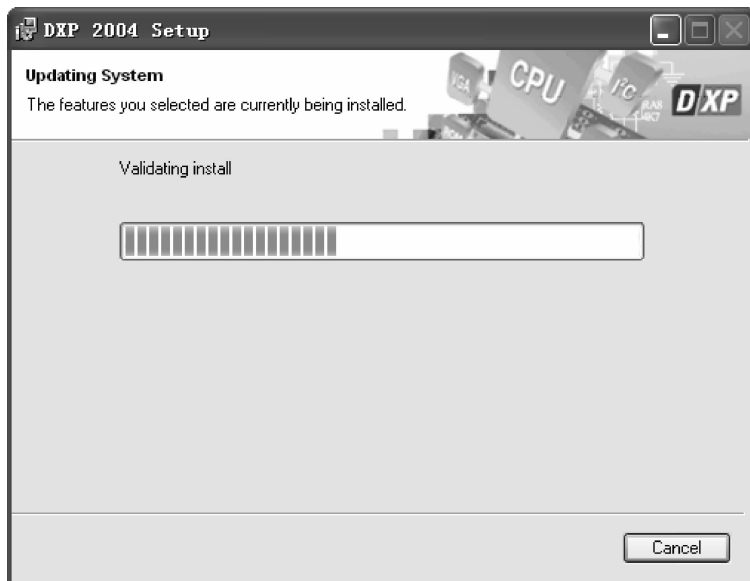

图 1-6 【安装进度】对话框
(6) 步骤六 单击【Next】按钮,进入 Protel DXP 2004 的安装。弹出【安装进度】对话框,将显示 Protel DXP 2004 的安装进度,如图 1-6 所示。